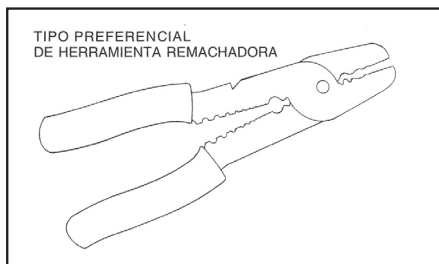

figura 5
- ☐ Pinzas remachadoras y despuntadoras para alambres eléctricos (*Ver figura 5*)
- E) Instalar las terminales nuevas en el alambrado. Si las originales fueron cortadas, la terminal grande va al positivo (+). Cuando la terminal chica esté conectada al negativo (-), verifique si hizo la conexión correctamente, porque si están invertidas la bomba funcionará en sentido contrario y no bombeará el combustible. Despuntar la insulacin del alambre a 1/4" e instalar las terminales con la herramienta para remachar (ver figura 5). Remache correctamente las terminales y verifique que están bien juntas y seguras de no caerse o soltarse.